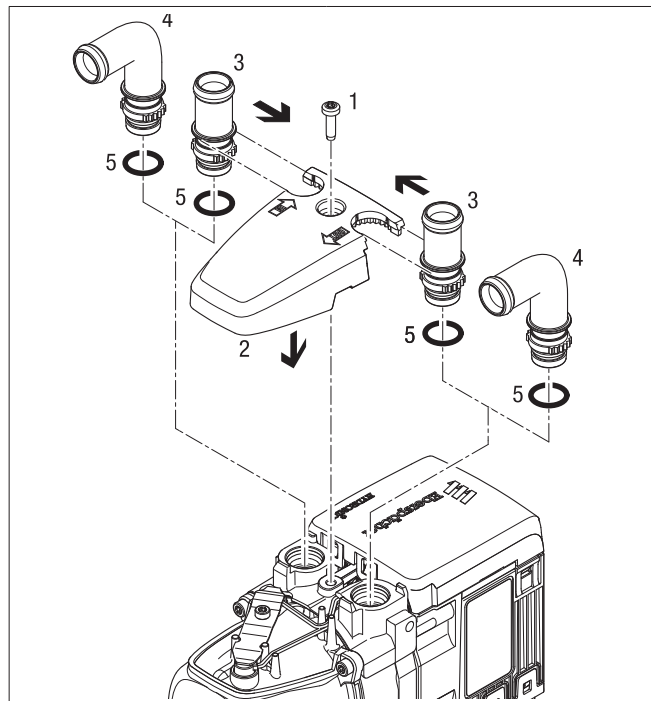

Figure 9
Suivant les conditions de montage sur site, monter les tubulures à eau droites (3) ou les tubulures à eau coudées (4) ensemble avec le recouvrement du capteur, voir Figure 9.